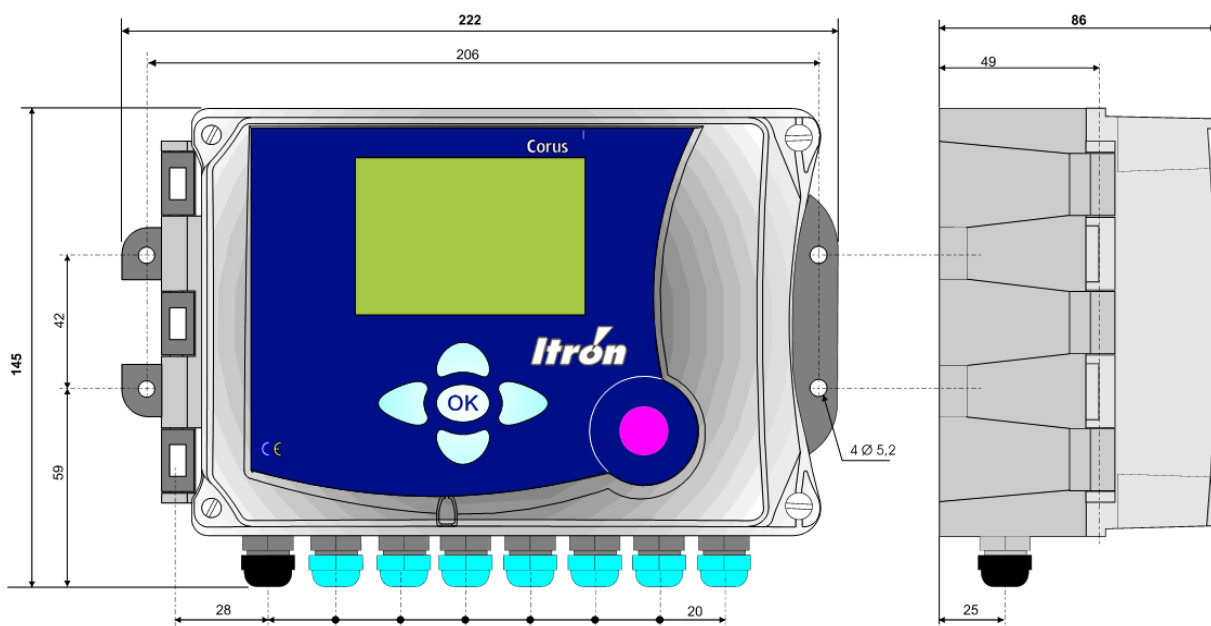

Рис. 1. Габаритные размеры корректора
- 2.12. Габаритные и присоединительные размеры корректора приведены на рис. 1.